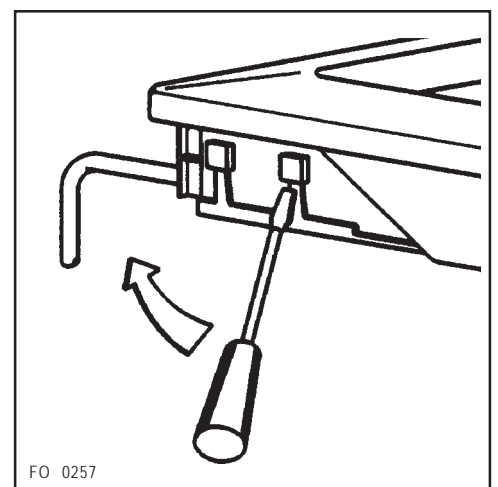

Рис. 7
- ☞ Вставить тонкую отвертку в видимую выступающую часть терминального блока, слегка надавить и поднять (рис. 7).